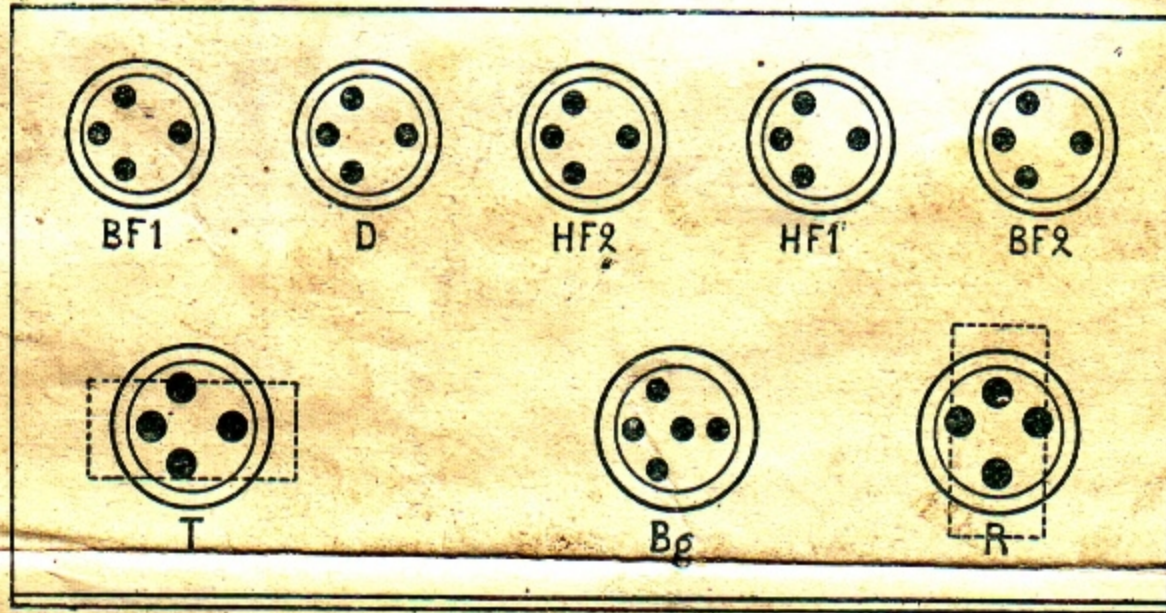
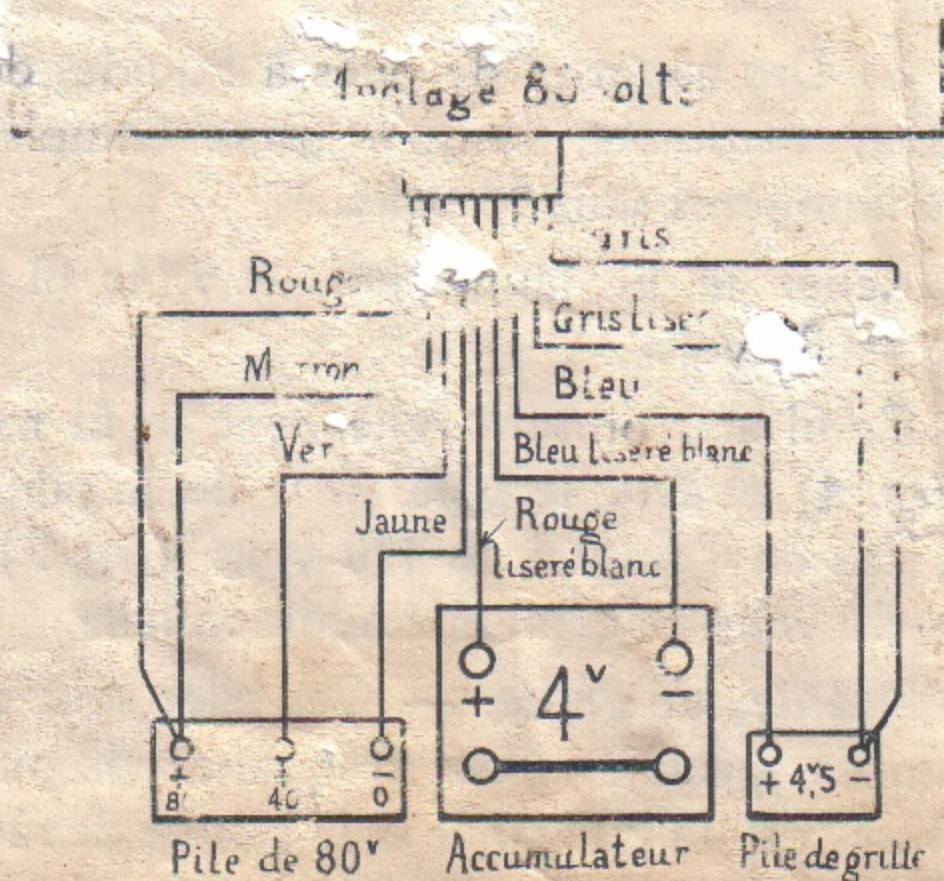
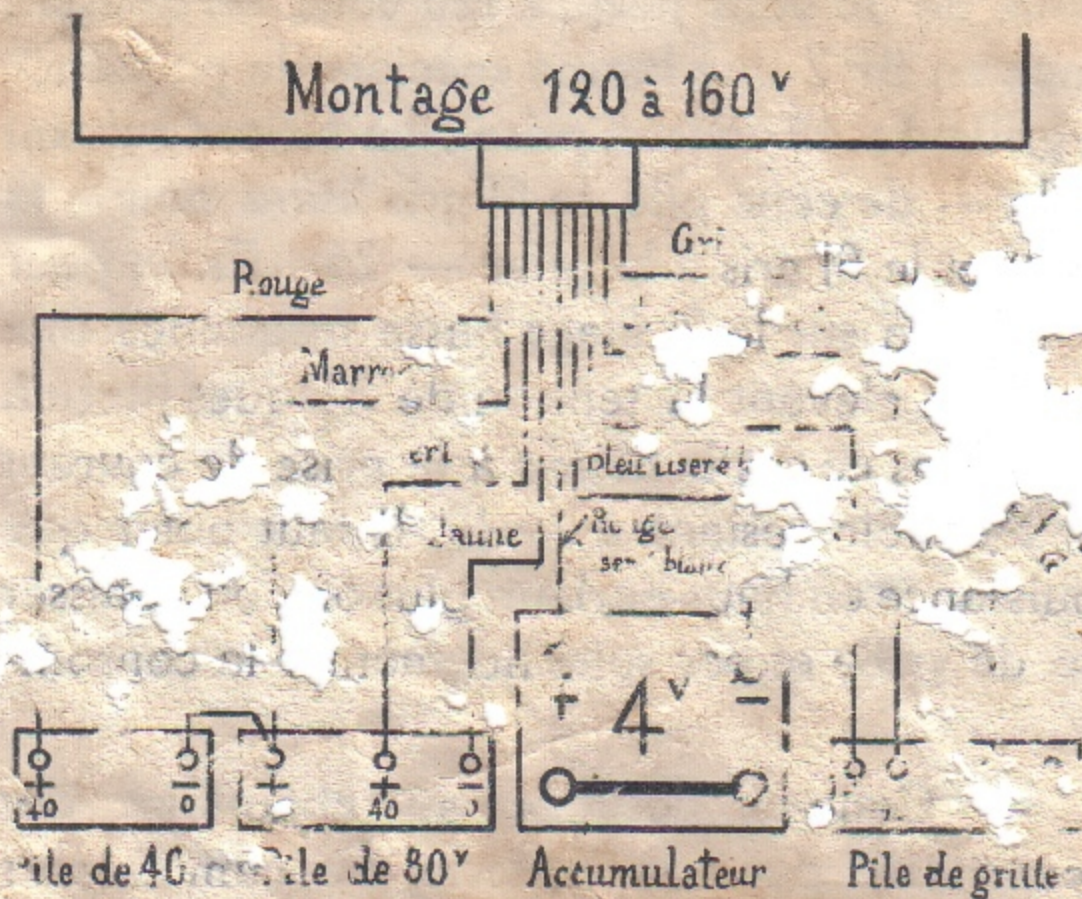

FIG. 2
FIG. 4.
FIG. 5.
Sur le devant sont disposés les organes de réglage. Le dessus du récepteur se soulève pour permettre la mise en place des lampes et des bobines. On voit alors successivement de gauche à droite et d'arrière en avant (*fig. 2*) :
**Sources d'alimentation nécessaires.** — Un câble à 9 fils permet d'effectuer les différents branchements avec les sources d'alimentation suivant les schémas (fig. 4 et 5).
Ce fil marron sera relié avec le fil rouge si l'on n'utilise que 80 volts (*fig. 4*) et avec le pôle  $- 0$  de la pile supplémentaire de 40 volts dans le cas de l'emploi de 120 volts (*fig. 5*). Le fil rouge est alors relié au  $+ 40$  volts de cette pile additionnelle.
2° *Piles de grille.* — Ces piles sont utilisées dans le cas d'emploi des lampes spéciales basse fréquence de puissance, particulièrement avantageuses par la puissance et la pureté de réception qu'elles procurent. Dans le cas de l'alimentation sur 80 volts des circuits de « plaques », si l'on n'utilise pas ces lampes spéciales, on devra réunir ensemble les 3 fils de piles de grille (bleu, gris liséré noir, gris), en torsadant leurs extrémités dénudées. Si l'on utilise les lampes spéciales R 56 ou B 406 avec l'alimentation de 80 volts, on emploiera la pile de grille de 4v,5 en reliant, suivant la figure 4, le fil bleu au pôle  $+$  de cette pile et le fil gris avec le fil gris liséré noir au pôle  $-$ . Pour une alimentation au-dessus de 80 volts jusqu'à 120 volts, on utilisera pour le 2e étage basse fréquence en BF 2 une lampe spéciale de puissance RT 64 ou B 403 avec pile de grille de 40 volts à prises, en reliant suivant la figure 5, le fil bleu au  $+$  de cette pile, le fil gris liséré noir à la prise de courant marquée  $25^v$  et le fil gris à la prise  $- 25^v$ . Enfin pour la plus grande puissance on utilisera sur le 2e étage basse fréquence une de ces mêmes lampes spéciales en relevant la tension de plaques jusqu'à atteindre 160 volts et l'on reliera dans ce cas le fil gris à la prise de courant marquée  $- 40^v$ , le fil gris liséré noir restant à  $- 10$ . Il faut noter que plus on désire augmenter la puissance en haut-parleur, plus on doit élever la tension de grille par la pile de grille et par suite augmenter la consommation du courant de plaque.
importance que chacune soit bien fixée sur son support respectif à l'emplacement indiqué sur la figure 2,
Mettre en T (*fig. 2*) la fiche à 4 broches marquée « Cadre ». Brancher le cadre aux deux bornes arrière (cadre, *fig. 4* et *5*). Les fils qui le relient au poste ne doivent pas être torsadés. Orienter le cadre dans la direction du poste d'émission à recevoir, pour obtenir le maximum d'audition.
La bobine 48 R bobine bleue se place sur le support désigné sur la figure 2, par la lettre R.
Placer en T (*fig 2*) une bobine de self rouge, série T, choisie suivant les longueurs d'onde à recevoir, ayant préalablement enlevé la fiche marquée " Cadre " et monter en R la bobine bleue, 48 R, que l'on utilisera comme pour la réception sur cadre.